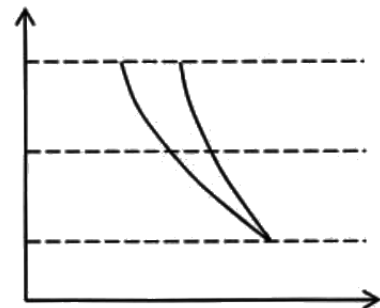

Figure 6
19. En Fig. 6 (ci-contre), on donne le tracé de deux évolutions à partir d'un point 1 du diagramme de Clapeyron : l'une isotherme, l'autre isentropique. Reprenez sur votre copie ce diagramme en identifiant le tracé de l'évolution isentropique et de l'évolution isotherme. On justifiera la réponse en démontrant une relation entre la pente d'une isotherme et la pente d'une isentrope.
20. Toujours à partir de la Fig. 6, tracer un nouveau diagramme de Clapeyron en y faisant figurer la courbe représentative de l'évolution de $1 \rightarrow 2$ relative à la configuration de compression à un étage. Sur le même graphe, représenter les trois évolutions $1 \rightarrow 1a$, $1a \rightarrow 1b$ et $1b \rightarrow 2a$ relatives à la configuration de compression à deux étages.